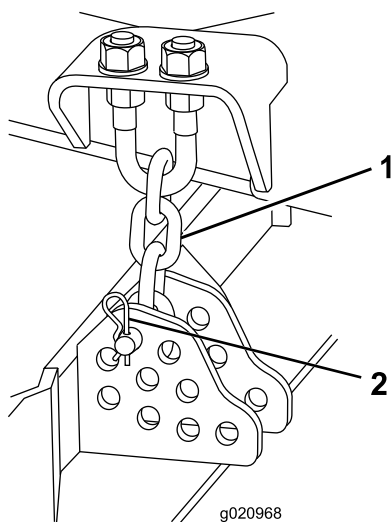

Bild 19
9. Entfernen Sie den Splint und den Lastösenbolzen, mit denen die Schnitthöhenkette an der Rückseite des Mähwerks befestigt ist (Bild 19).